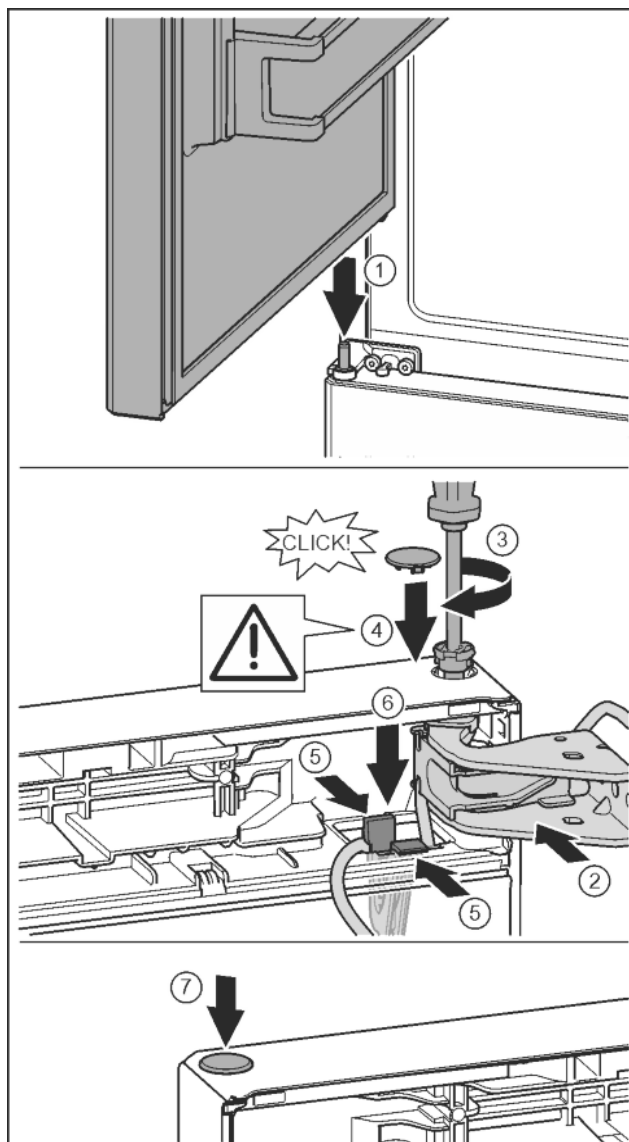

Fig. 35
- ▶ Установка верхней двери на средний опорный палец Fig. 35 (1)
- ▶ Дверь вверху выровнять по отверстию в опорном кронштейне. Fig. 35 (2)
- ▶ Вставить палец и затянуть отверткой T15. Fig. 35 (3)
- ▶ Установить предохранительную крышку для защиты двери: вставить предохранительную крышку и проверить, прилегает ли она к двери. В ином случае вставить палец полностью. Fig. 35 (4)
- ▶ Вставить держатель кабеля с закрепленным на нем кабелем в отверстие. При этом более длинное отверстие соединительной накладки должно быть направлено вперед. Fig. 35 (5)
- ▶ Прижать держатель вниз так, чтобы соединительная накладка защелкнулась. Fig. 35 (6)
- ▶ Вставить заглушку. Fig. 35 (7)